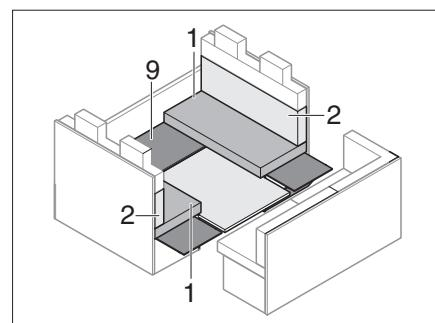

Fig. 202 Durante la transformación
- Colocar de nuevo la subestructura (Fig. 202, 9).